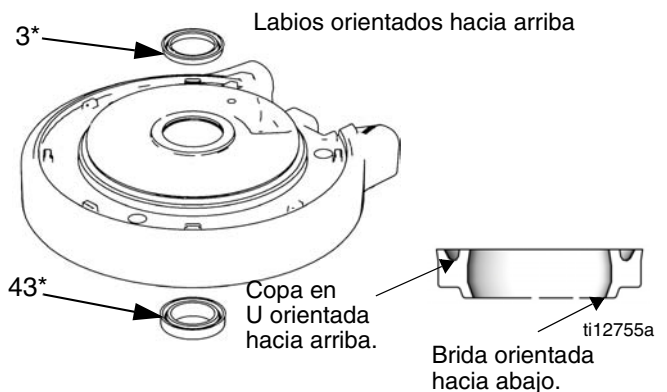

FIG. 8: Instalación de la copa en U del motor neumático
1. Lubrique e instale la junta tórica (9*) en la cubierta superior (13).
2. Lubrique el interior del cilindro (11). Baje el cilindro (11) a la cubierta superior (13).
3. Lubrique e instale la junta tórica (8*) alrededor del pistón (5). Lubrique las empaquetaduras.
4. Deslice el conjunto del pistón (5) hacia abajo adentro del cilindro (11). Asegúrese de que la junta tórica (9*) permanezca en su lugar.
5. Vea la FIG. 8. Lubrique e instale una junta de copa en U con brida (43*) nueva en la parte inferior del cojinete de la cubierta inferior (1). La copa en U debe estar orientada hacia arriba y la brida hacia abajo. Lubrique e instale una junta de copa en U (3*) nueva en la parte superior del cojinete. Los labios deben estar hacia arriba.
① Apriete a 34-40 N•m (25-30 pies-lb.)
② Aplique lubricante.
③ Copa en U orientada hacia arriba. Brida (junta inferior solamente) orientada hacia abajo. Vea la FIG. 8, página 12.